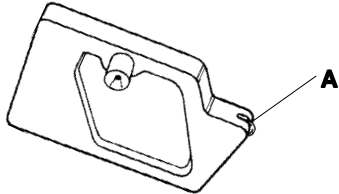
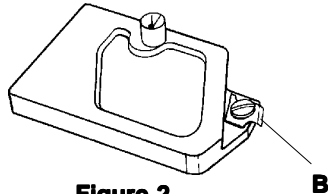
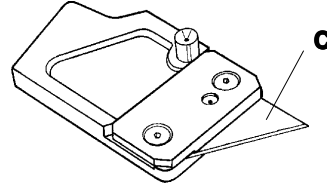
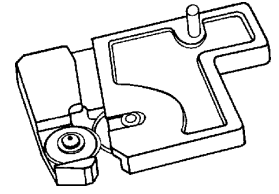

Figure 1
Figure 2
Figure 3
Figure 4
Four separate tool holding **PILLAR POSTS** are provided. The glass cutting **PILLAR POST**, **Figure 1**, uses a replaceable wheel unit (**A**). Ten steel wheel units are included with the machine, and tungsten carbide wheel units are available. The plastic cutter **PILLAR POST**, **Figure 2**, utilizes the APB-12 replaceable cutting blade (**B**), 10 of which are provided in the parts bag. The mat/mount board **PILLAR POST**, (**Figure 3**) uses a special blade (**C**), 10 included. The hardboard cutter (**Figure 4**) is a dual wheel cutting device located on its **PILLAR POST**.
Vier separate **Werkzeughalter** sind vorhanden. Der **Glasschneidehalter (Abbildung 1)** benutzt ein austauschbares Glasschneiderädchen (A). Die Maschine wird mit zehn Glasschneiderädchen geliefert, Wolfram-Karbid-Schneiderädchen sind erhältlich. Der **Plastikschneidehalter, (Abbildung 2)** verwendet die austauschbare Anreißklinge APB-12 (B), von denen zehn Stück in der Teiletüte zu finden sind. Zum Schneiden von Passepartoutmaterial und Karton wird ein **Halter (Abbildung 3)** mit einer **speziellen Klinge (C)** sowie 10 Ersatzklingen, geliefert. Der **Halter (Abbildung 4)** zum Schneiden von Hartfaserplatten enthält aus zwei extrem scharfe Rollenmesser.
La machine est fournie avec quatre **OUTILS** différents pour attacher des dispositifs de coupe. L'**OUTIL** pour la coupe du verre, **Figure 1**, utilise un assemblage à molettes remplaçable (A). Dix assemblages à molettes en acier sont fournis avec la machine et des assemblages à molettes en carbure de tungstène sont également disponibles. L'**OUTIL** pour la coupe de plastique, **Figure 2**, utilise une lame à entailler ABP-12 remplaçable (B), et 10 de celles-ci sont fournies dans le sachet de pièces détachées. L'**OUTIL** pour la coupe des panneaux de montage et des panneaux en mousse (**Figure 3**) utilise une lame spéciale (C) et 10 d'entre elles sont incluses. Le dispositif de coupe pour les panneaux MDF est équipé d'un jeu de deux molettes situé à même l'**OUTIL**.